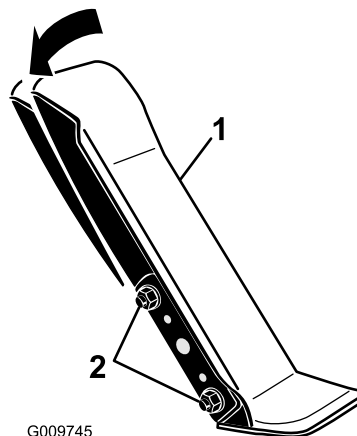

Figura 93
1. Allentare i 2 dadi e bulloni che fissano il lato sinistro del pedale di trazione alla staffa (Figura 93).
2. Inclinate il pedale nell'angolazione desiderata e stringete i dadi (Figura 93).